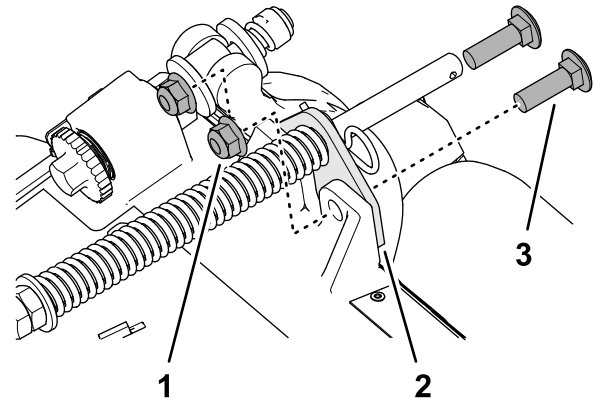

図 13
- 2. ターフ補正器用ブラケットをカッティングユニットのフレームに固定しているフランジロックナット $\frac{3}{8}$ "2個、キャリッジボルト $\frac{3}{8}$ x 1- $\frac{1}{4}$ "2本を外す 図 13。